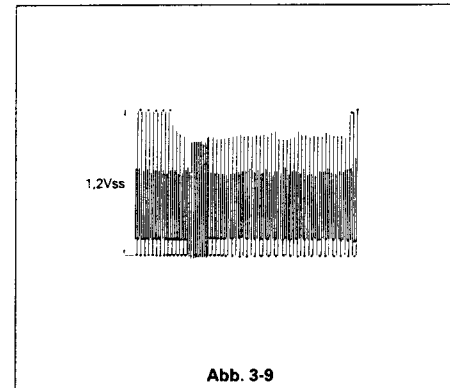

Abb. 3-9
4. Löten Sie einen Kondensator von 4700 pF zwischen Pin ② vom IC2A0 und Masse.
5. Stellen Sie VR2A2 auf 1,2 Vss wie in Abb. 3-9.